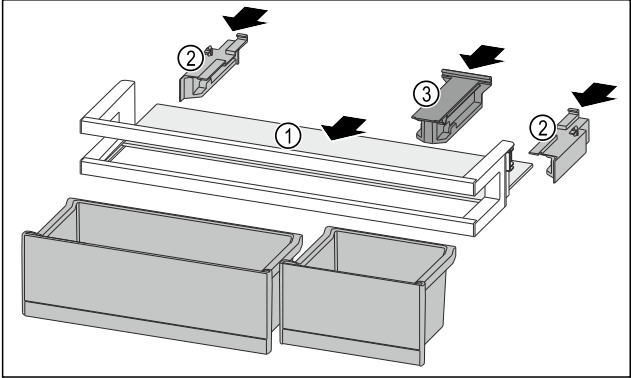

Fig. 142
- ▶ 将搁板 Fig. 142 (1)推入侧面凹槽。
- ▶ 插入侧面部分 Fig. 142 (2)。
- ▶ 插入定位件 Fig. 142 (3)。